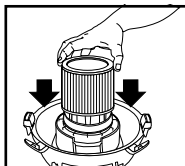

FIGURE 18
28. Alors que le couvercle du réservoir est renversé, glissez la cartouche filtrante vers le bas, sur le support de couvercle, et poussez jusqu'à ce que les joints du filtre reposent contre couvercle. **FIGURE 18.**